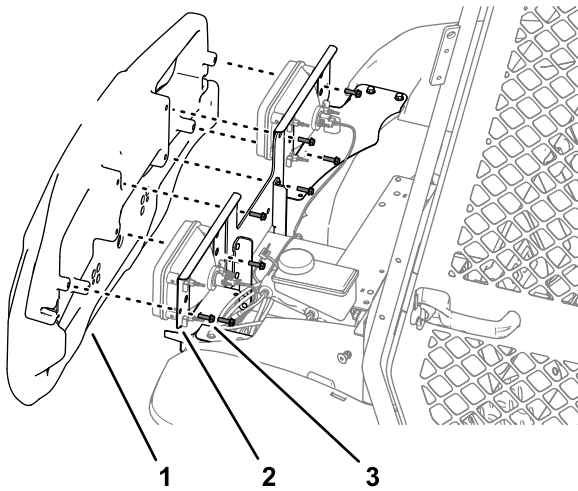

Bild 42
1. Stützen Sie die Stoßstange ab und entfernen Sie die acht Bundkopfschrauben, mit denen die Stoßstange an den Befestigungen der Stoßstange und den Scheinwerferhalterungen befestigt ist (Bild 42)